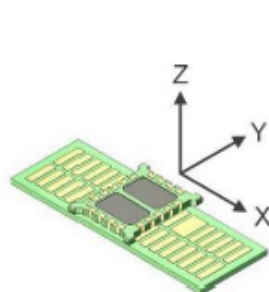
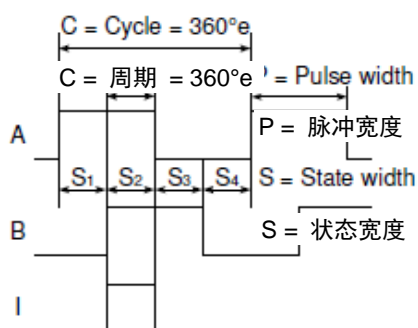

图1 XYZ坐标系。
图2 A与B正交信号和参考信号的编码器输出信号。
IT5602C增量式编码器套件含编码器和码盘（图1）。在该编码器的PCB机壳内有两块集成电路板。该编码器提供A与B正交的增量输出信号和参考信号，参考信号与A和B信号保持同步（图2）。码盘是一个无源铜带的PCB电路。
- 空气间隙 在Z轴方向上, 编码器与码盘间的距离。参见图1。
- 周期 一个A与B正交周期, 参见图2。
- 相位差Φ 通道A高电平状态中心与通道B高电平状态中心间的电气角度值。名义值为90°e。图2。
- 脉冲宽度P 一个周期内输出高电平的电气角度值。名义值180°e。图2。
- 状态宽度S 两个相邻A和B信号过渡之间的电气角度值。名义值为90°e。参见图2。